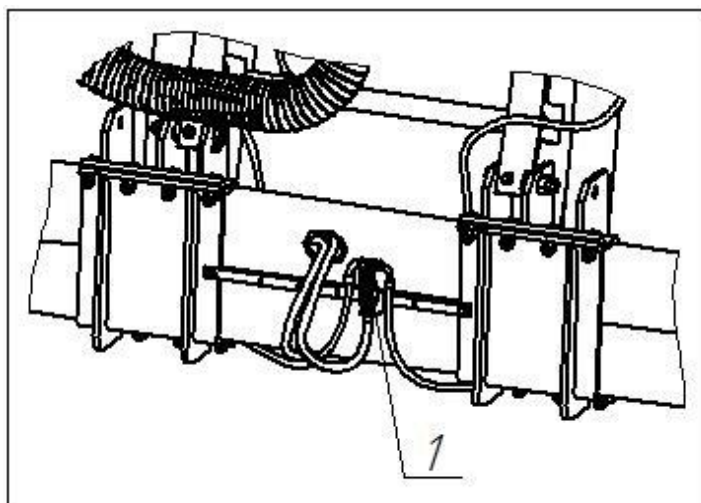

Рисунок 31. Кран гидроцилиндров параллелограмма
2.2.6. Открыть краны 1 гидроцилиндров параллелограммов рис. 31.